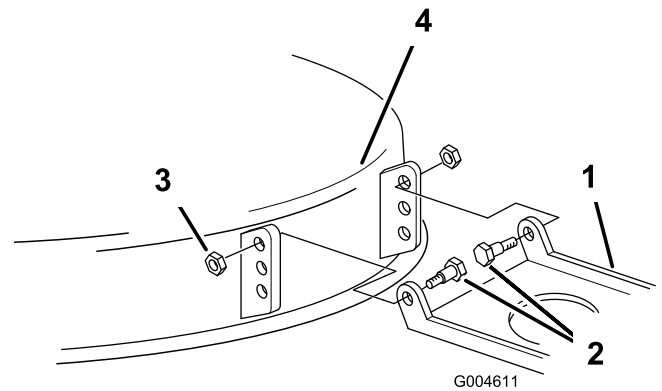

Bild 46
18. Wenn Sie keine Neigung nach vorne von 6 bis 16 mm durch Drehen der Neigungseinstellmutter erhalten, drehen Sie die Mähwerkbefestigungshalterung am Mähwerk (Bild 46).
19. Entfernen Sie die Ansatzschrauben und Sicherungsmuttern vom Mähwerk (Bild 46).
20. Verlegen Sie das Mähwerksgelenk ein Loch tiefer und installieren Sie die Ansatzschrauben und Sicherungsmuttern (Bild 46).